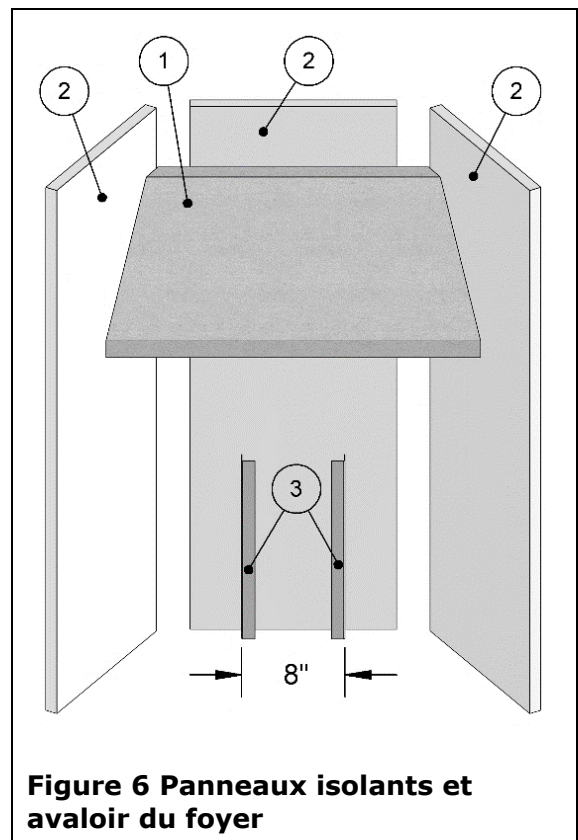

Figure 6 Panneaux isolants et avaloir du foyer
Consultez la Figure 6 tout en suivant les étapes suivantes :
1. Commencez par trouver l'avaloir (1). Les panneaux d'isolant (2) sont déjà installés dans votre foyer.
2. Prenez l'avaloir (1) et tenez la partie la plus large de l'avaloir avec vos deux mains, le côté plat vers vous. Agenouillez-vous devant l'ouverture du foyer. Inclinez l'avaloir et faites-le glisser dans la boîte à feu le long du diviseur des gaz à combustion, en haut de la boîte à feu. Glissez lentement la pierre vers le haut de façon à pouvoir la déposer sur le repli de $\frac{5}{8}$ ". Laissez l'avaloir basculer vers l'arrière. Il tiendra en place.
3. Placez les deux renforts arrière (3) contre le panneau isolant arrière afin qu'ils soient centrés et avec un écartement de 8" comme illustré dans la Figure 6. Ils sont nécessaires afin de fournir un soutien